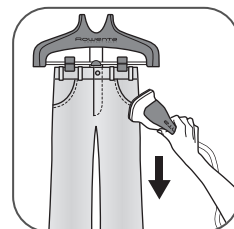

fig. 14
- Suspendez le vêtement sur le cintre intégré ou sur un autre cintre que vous pouvez suspendre à l'accroche cintre situé sur la tige du cintre. Pour le défroissage des pantalons, nous vous conseillons d'utiliser également le support avec pincettes comme indiqué sur le dessin. **(fig. 14)**